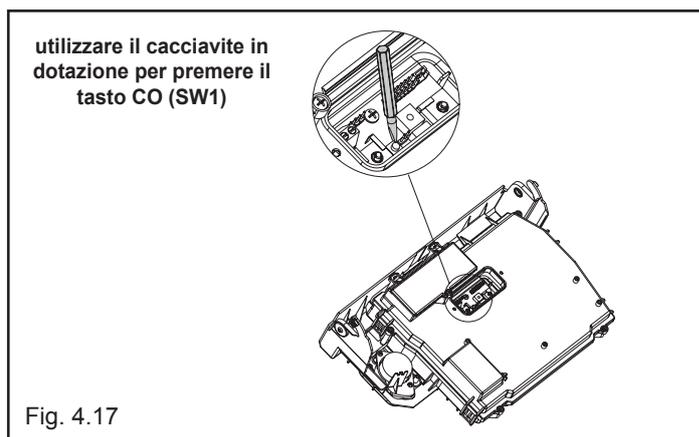

Fig. 4.17
- rimuovere il coperchietto ispezione parti elettriche svitando le 2 viti di fissaggio (F - Fig. 4.17)
- Inserire le sonde dell'analizzatore nelle posizioni previste sulla cassa aria, dopo aver rimosso la vite e il coperchietto (fig. 4.17)
- rimuovere il coperchietto ispezione parti elettriche svitando le 2 viti di fissaggio (Fig. 4.17)